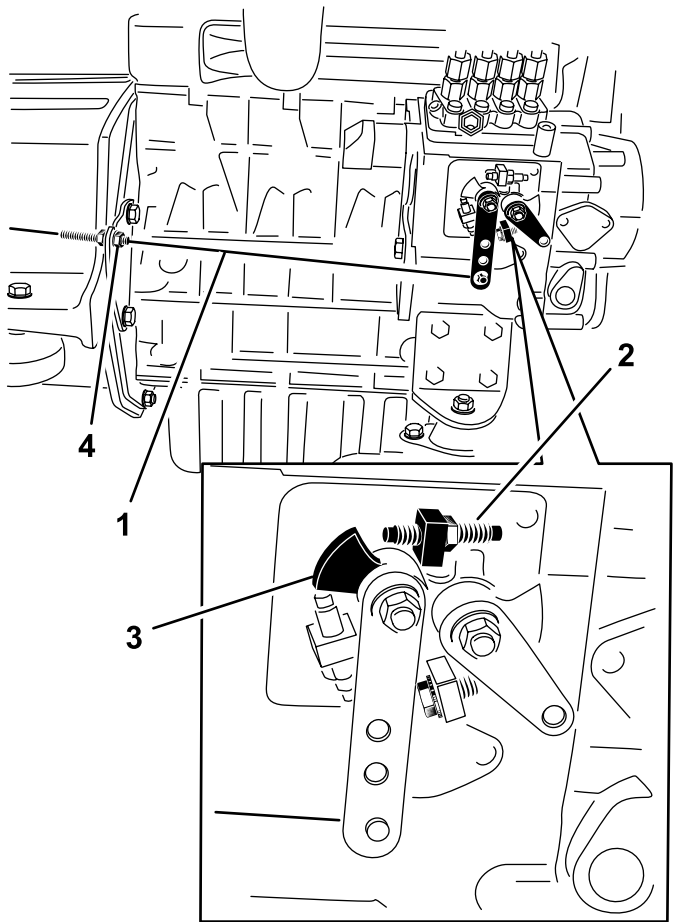

Bild 33
2. Prüfen Sie die Stellung des Fahrgeschwindigkeitshebels auf der Einspritzpumpe. Der Fahrgeschwindigkeitshebel sollte die Vollgasschraube berühren, wenn der Gasbedienungshebel in der SCHNELL-Stellung (Detent) ist (Bild 33).
3. Bei Bedarf können Sie die Stellung der Klemmmuttern am Bowdenzug einstellen, bis der Fahrgeschwindigkeitshebel die Vollgasschraube berührt, wenn der Gasbedienungshebel in der SCHNELL-Stellung (Detent) ist (Bild 33).